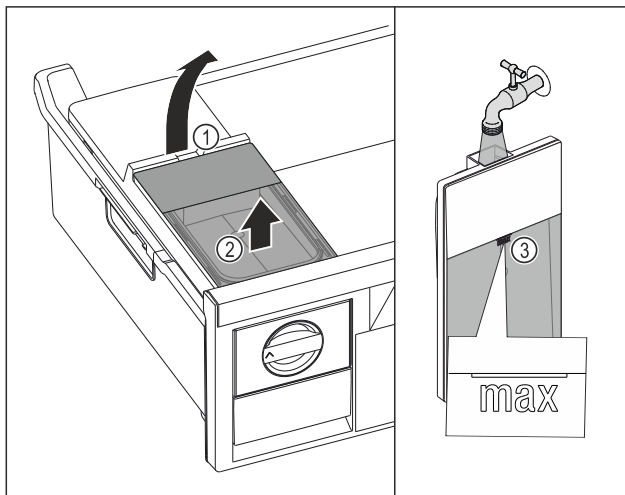

Fig. 110
- Dvignite rezervoar za vodo dvignite za izrez Fig. 110 (1).
- Rezervoar za vodo odstranite v smeri navzgor. Fig. 110 (2)
- Rezervoar za vodo napolnite s pitno vodo do oznake Fig. 110 (3).